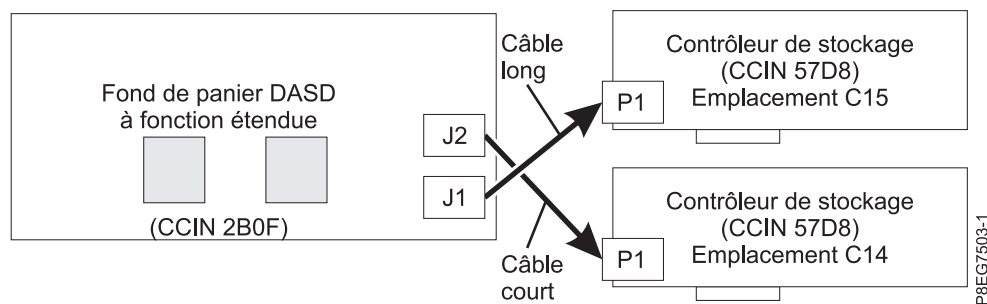

Figure 20. Reconnexion du câble SAS dans un configuration à fonction étendue
- Le câble SAS long relie le connecteur de fond de panier d'unité de disque inférieur (J1) au connecteur P1 sur la carte SAS RAID interne dans l'emplacement P1-C15. Pour plus d'informations, voir figure 20.